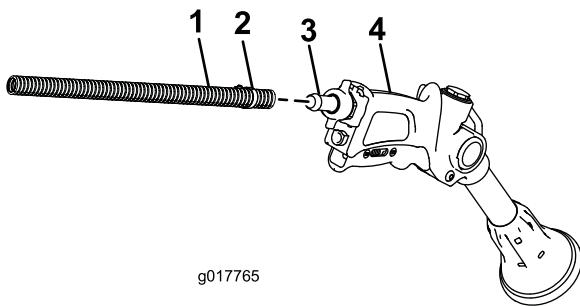

Figura 15
- Conecte el extremo libre de la manguera larga al acoplamiento de la pistola de fumigación (Figura 15).